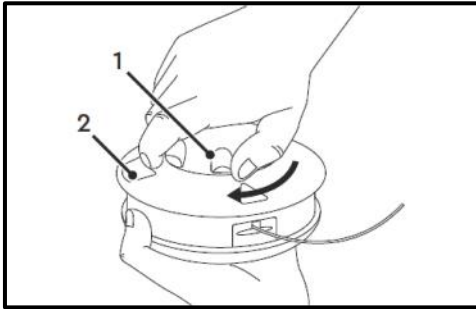

Рис. 15
- Утримуючи котушку (2), обертайте натисну кнопку (1) в напрямку стрілки яка зображена на корпусі котушки (2), або в напрямку стрілки на (Рис. 15) до тих пір, поки кінці косильної ліски не будуть виступати з котушки на 15 см.